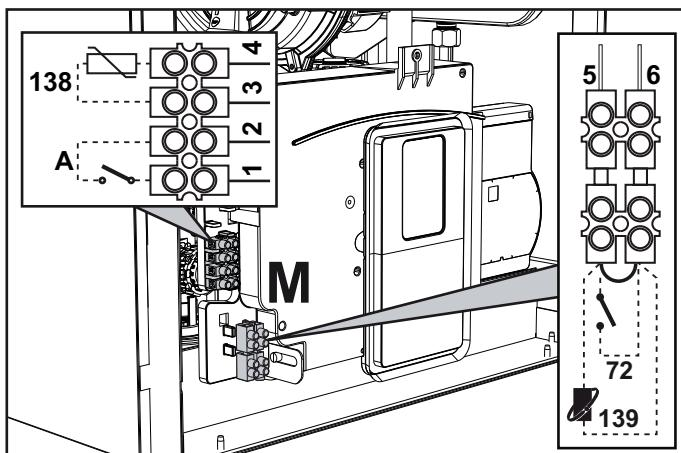

fig. 28
După ce ati scos panoul frontal (** 'Deschiderea panoului frontal' on page 153 ***) veți putea avea acces la panourile de borne (M) și la siguranța fuzibilă (F) urmând indicațiile descrise în continuare. **Bornele indicate în fig. 28 trebuie să aibă contacte curate (nu 230 V).** Dispunerea borilor pentru diferitele conexiuni este indicată și în diagrama electrică din fig. 65.
Configurarea întrerupătorului ON/OFF (A fig. 28)